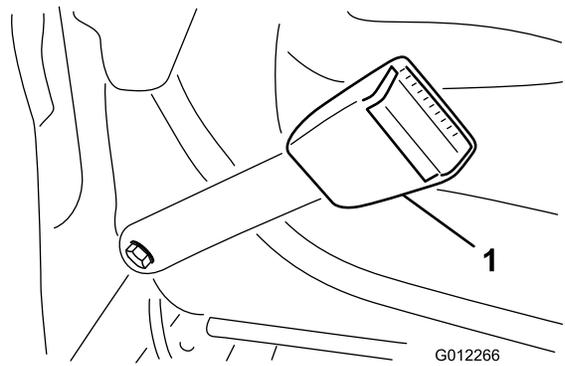

図 6
- 2本のボルト7/16 x 1インチ、平ワッシャ7/16インチ、ロックワッシャ7/16インチを使って、シートベルトの各端部を、運転席後ろの穴に取り付ける(図6)。